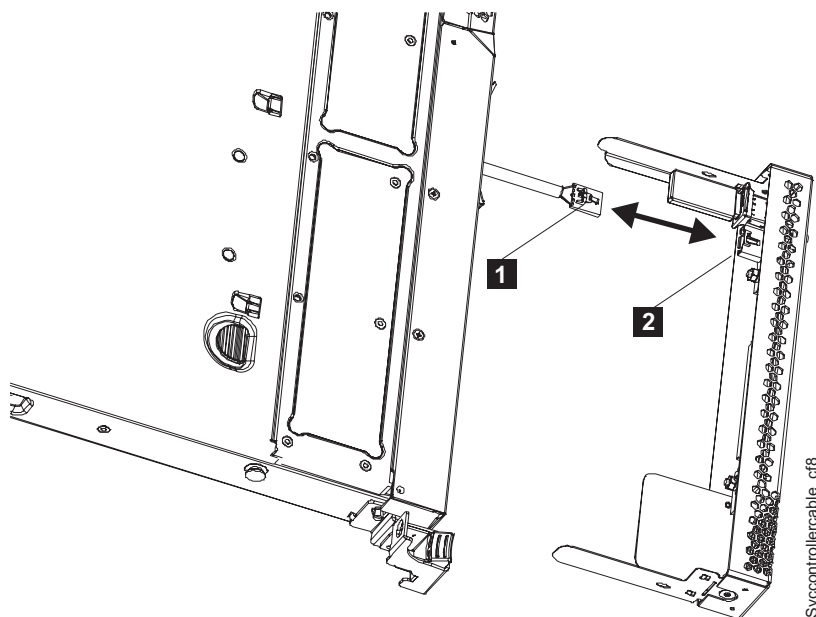

図 74. SAN ポリューム・コントローラー 2145-CG8 または 2145-CF8 サービス・コントローラーの USB ケーブルの取り外しおよび交換
- a. USB ケーブル (図 74 の **1**) をサービス・コントローラー (**2**) から切り離します。
- d. USB ケーブルの他方の端を、サービス・コントローラーの背面にある USB コネクタ（102 ページの図 74 の **2**）に差し込みます。